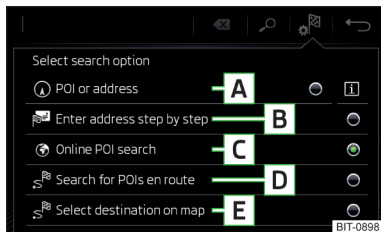

Abb. 214
Funktionsflächen » Abb. 214
- Anschließend die Funktionsfläche eines der Menüpunkte für die Zielsuche **A**, **C** oder **D** antippen » Abb. 214 auf Seite 189.
- Anschließend die Funktionsfläche  → **E** » Abb. 214 auf Seite 189 antippen.